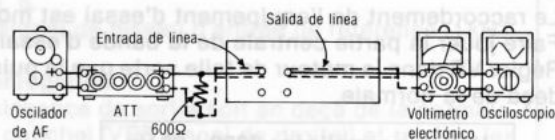

Fig. 6
1. La conexión del equipo de prueba se muestra en la Fig. 6.
5. Si no está dentro de la estandar, ajustar RV7 (CH-I) {RV8 (CH-D)} y repetir el paso (2), (3) y (4) hasta que la salida esté dentro de la estandar.